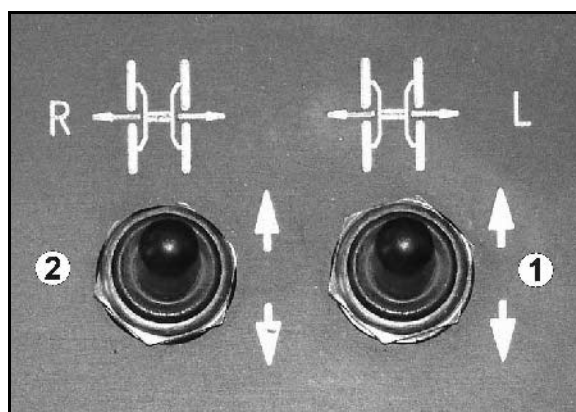

Fig. 37
- Kontakt (Fig. 37/1) er til indstilling af venstre pendulramme.
- Kontakt (Fig. 37/2) er til indstilling af højre pendulramme.